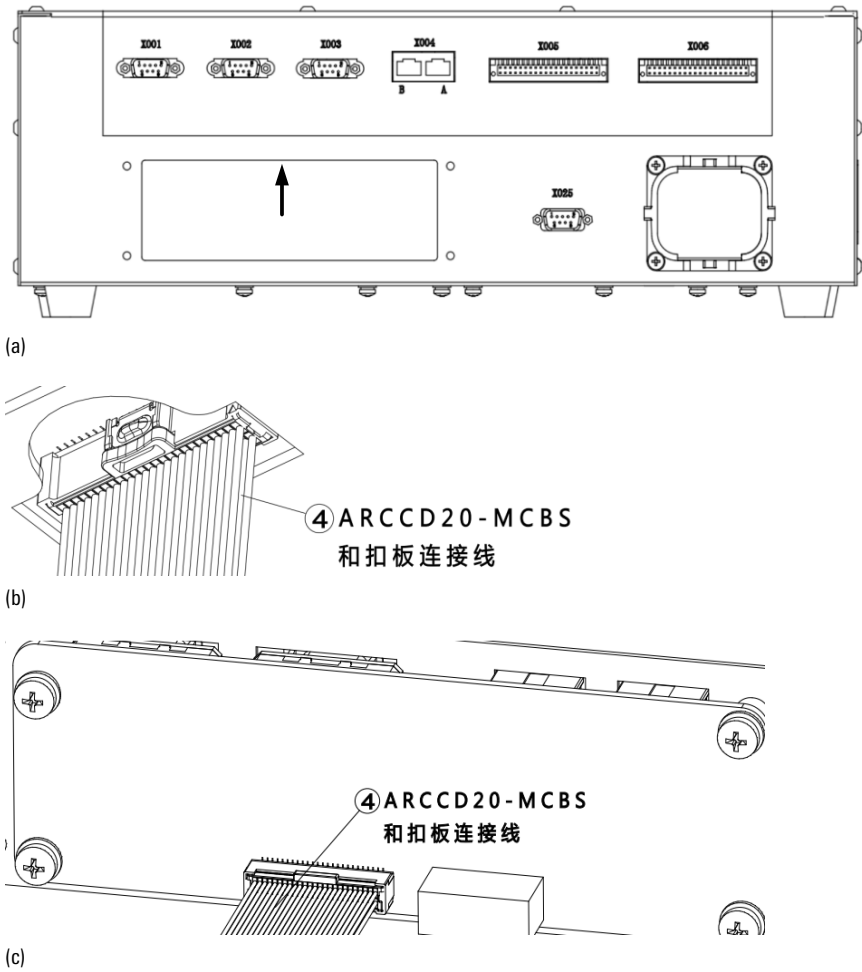

图 21-6 安装 ARCCD20-MCBS 和扣板连接线
步骤3. 将 ④ ARCCD20-MCBS 和扣板连接线一侧连接到如图 21-6 箭头的位置，另一侧连接到 ① MCBS-IEB 对应 J4 的连接器上。